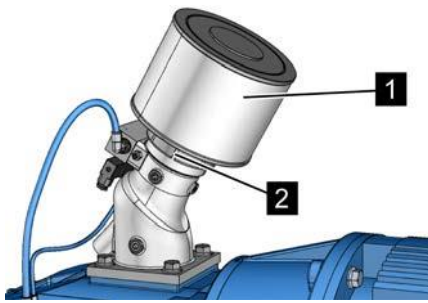

Рис. 45: Отсоединение хомутика приемного фильтра
4. Отсоедините хомутик приемного фильтра (Рис. 45/2).
5. Извлеките старый приемный фильтр (Рис. 45/1).
6. Установите новый приемный фильтр (Рис. 45/1).
7. Затяните хомутик приемного фильтра (Рис. 45/2). ↪ Приложение В «Моменты затяжки винтов» на странице 126